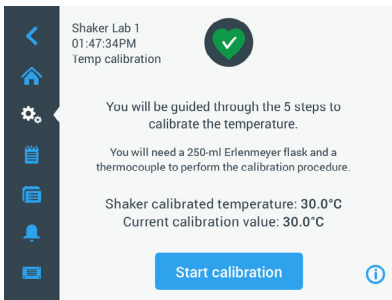

Figura 112: Calibrazione: schermata iniziale
2. Appare la schermata **Calibrazione temp** illustrata nella Figura 112. Questa schermata visualizza l'attuale **Temperatura agitatore calibrata**.